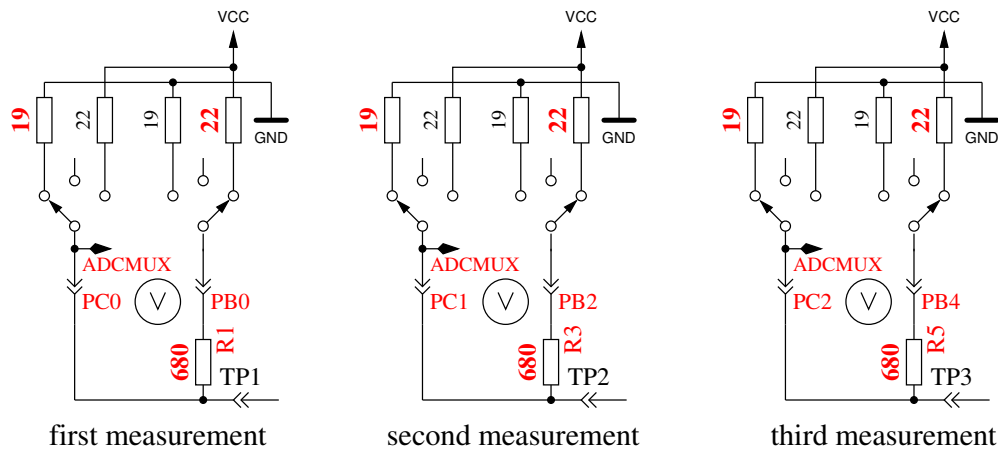

Рис. 5.64. Измерение внутреннего сопротивления порта С подключением выходных контактов к GND
8. **Измерение внутреннего сопротивления порта подключением выходных контактов к GND.** Этот и следующие тесты будут проведены, если выбрана опция AUTO_CAL. Внутреннее сопротивление порта C с выходами, подключенными к GND, измеряется по току через подключенные к VCC (+5 V) резисторы $680\ \Omega$, смотри рисунок 5.64. Могут быть измерены только три вывода порта АЦП. Внутреннее сопротивление портов В (PB0, PB2 и PB4) не может быть измерено без изменения аппаратных средств. Будем считать,